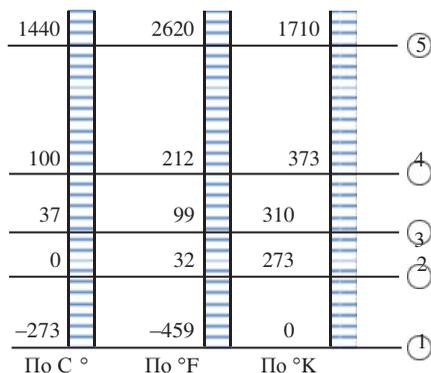

Рисунок 4.1
Температура является мерой молекулярной вибрации. При более высокой температуре наблюдается большая вибрация, а в точке абсолютного нуля (-273 °С) молекулы вообще не движутся. Ни вибрации, ни температуры. Было разработано несколько методов, шкал и единиц измерения температуры, среди которых наиболее распространенными являются градус Кельвина (основанный на абсолютном нуле), градус Цельсия (основанный на свойствах воды) и градус Фаренгейта (частично основанный на человеческом теле). На рис. 4.1 показаны некоторые общеизвестные температуры для этих трех единиц измерения: минимально возможная температура, абсолютный ноль (1), температура замерзания воды (2), тело человека (3), температура кипения воды (4), приблизительная температура плавления стали (5).